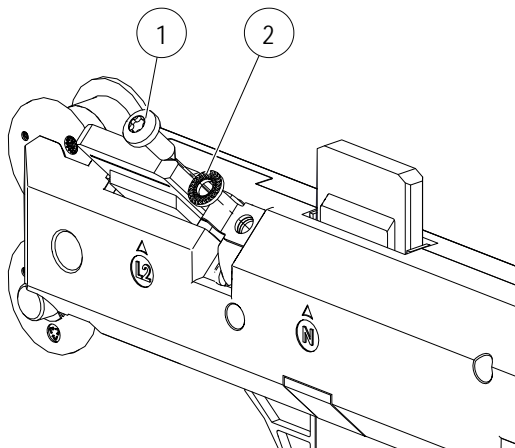

Abb. 121: Schraube (Pos. 1) und Scheibe (Pos.2) lösen
- Schraube (Pos. 1) mit Schraubendreher lösen. Schraube (Pos. 1) und Scheibe (Pos. 2) entfernen (siehe Abb. 121).